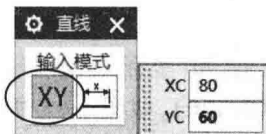

图 1-6 输入终点坐标
(2) 重新单击“坐标式”按钮 , 在动态框中输入(80,60),如图 1-6 所示。